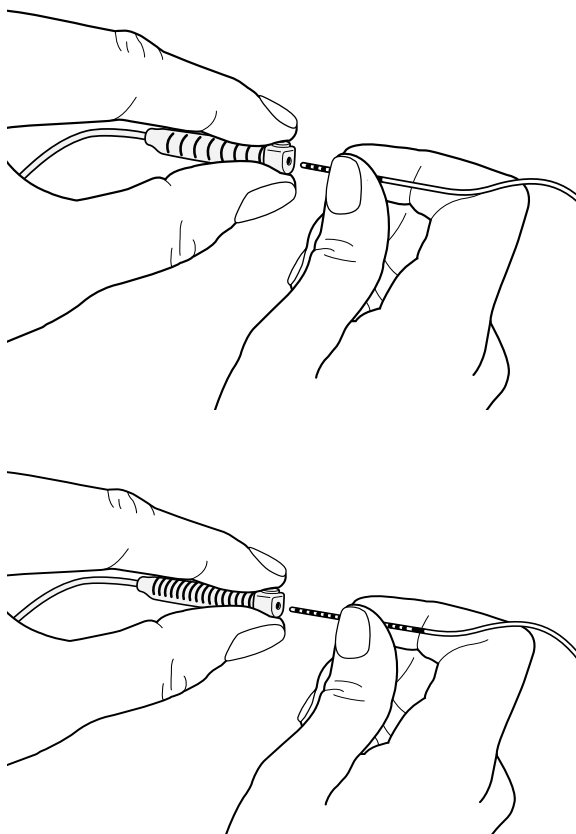

Figure 31. Saisir la sonde DBS et le vis de pression du connecteur de sonde-extension avant l'insertion (sondes à 8 et à 16 contacts représentées)
2. Saisir le connecteur de la sonde-extension au niveau de la vis de pression et commencer l'insertion de la sonde DBS tout en tenant le réseau(Figure 31).